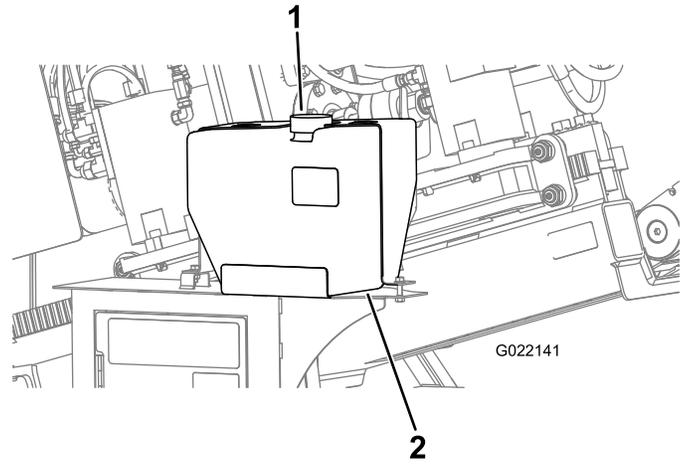

Bild 153
D. Nehmen Sie den Deckel vom Frostschutzmittelbehälter der Bohrfüssigkeitspumpe ab (Bild 153).
C. Füllen Sie nach Bedarf Frostschutzmittel in den Behälter (Bild 153).
5. Schrauben Sie den Deckel auf den Frostschutzmittelbehälter auf (Bild 153).